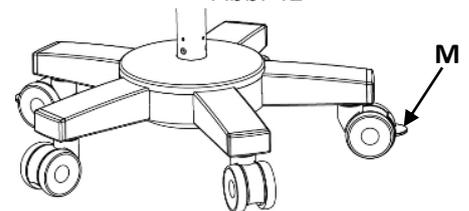

Abb. 43
Verhindert ungewollte Bewegungen des Ständers durch Drücken der drei Bremsen an den Lenkrollen. Zum Entriegeln drücken Sie den oberen Teil der Bremse. Siehe (M) Abb. 43.